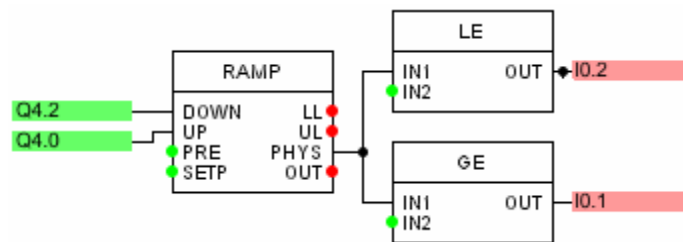

图 3
1) 机械手的运动用斜坡模块 RAMP 来控制 (见图 3)，控制上行的 Q4.2 为 1 时，RAMP 的输出 PHYS 增大，控制下行的 Q4.0 为 1 时，PHYS 减小。用 PHYS 来控制机械手运动部件的升降。控制机械手左、右行的方法相同。